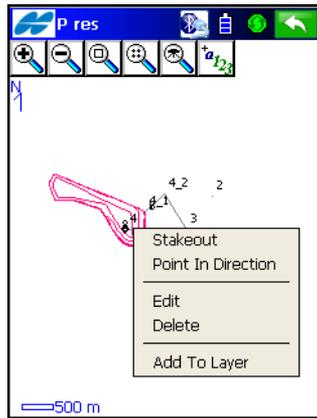

Abbildung 6-35. Bearbeiten auf der Karte
1. Markieren Sie das gewünschte Objekt auf der Karte (Abbildung 6-35) durch Antippen. Halten Sie den Stift anschließend auf dem markierten Objekt, bis ein Kontextmenü geöffnet wird. Die verfügbaren Optionen richten sich nach dem markierten Objekt.